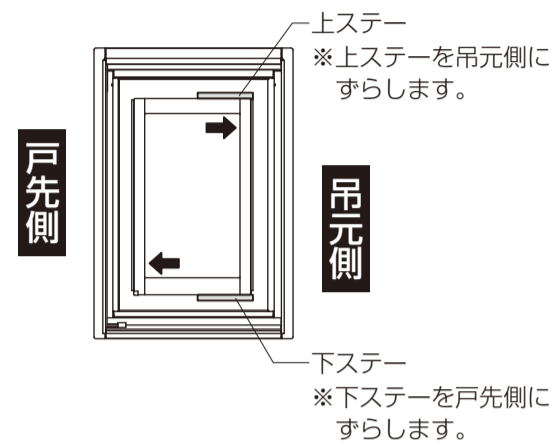

図1
- ①本取付け説明書の最後に墨出しシートがあります。切り取って【図1】の位置で仮止めテープで仮止めしてください。サイズにより位置が異なります。【表1】を参照ください。
- ②下穴位置を墨出した後、 $\phi 3.5$ のドリルで下穴を2カ所あけます。
### ■【図1】アーム取付け位置
※上・下のステーの固定穴は長穴になっています。戸先が下がっている場合は、図1のようにステーの位置を調整してください。